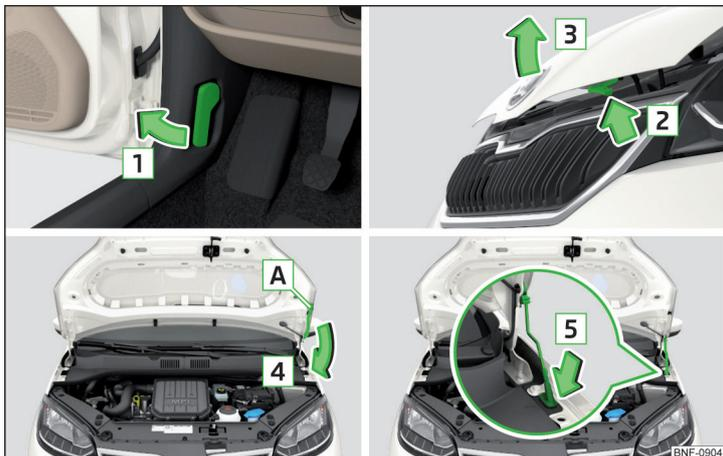

Fig. 138 Abrir el capó
- ▶ Abra la puerta delantera y tire de la palanca de desbloqueo ubicada debajo del tablero de instrumentos en el sentido de la flecha **1** » fig. 138.